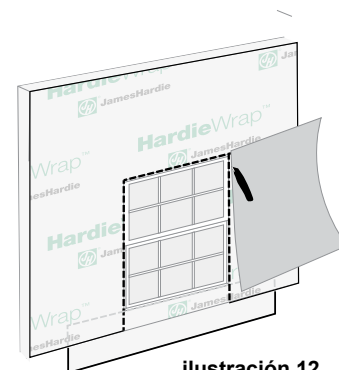

ilustración 12
- Recorte la barrera contra el clima HardieWrap Weather Barrier alrededor de las aberturas para exponer la ventana/puerta y el faldón como se muestra (ilustración 12).